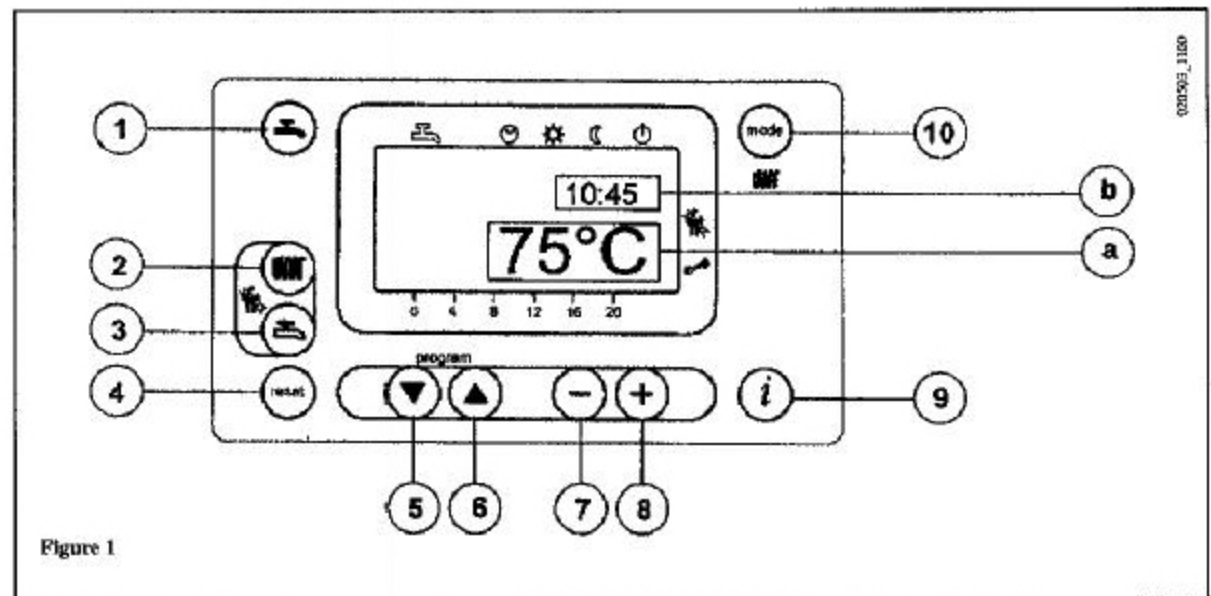

Figure 1
- Appuyer sur la touche  (2- figure1) pour régler la température de l'eau de chauffage;
- Appuyer sur une des deux touches   (1 o 10 - figure1) pour mémoriser et retourner au menu principal.
N.b – Avec une sonde externe reliée, à l'aide de la touche  (2 – figure1) il est possible d'effectuer la translation de la courbe de chauffage. Appuyer sur les touches   pour diminuer ou augmenter la température ambiante de la pièce à chauffer.
- Appuyer sur la touche  (3-figure 1) pour régler la température maximum de l'eau en mode sanitaire;
Sur l'afficheur principal (figure 1 a), les signaux d'anomalie et le symbole  (figure 4) apparaissent.